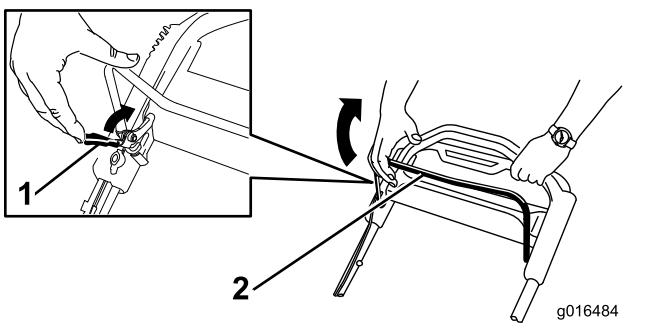

Figure 22
- Tirez le dispositif de verrouillage de la barre de commande des lames vers la barre de commande (Figure 22).
- Serrez **lentement** la barre de commande des lames contre le guidon (Figure 22).